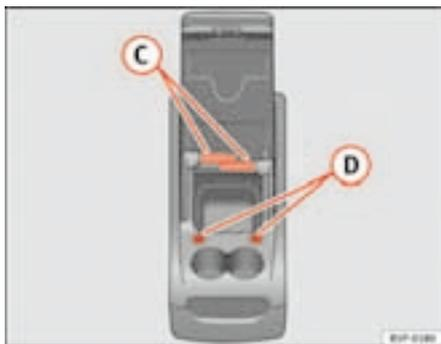

Fig. 112 Portaobjetos móvil. Funciones
Para utilizar la mesa (C) ⇒ fig. 112, se ha de extraer de su alojamiento en el lateral del portaobjetos móvil y colocarla en su alojamiento (D) ⇒ fig. 112 en la parte frontal del portaobjetos móvil.